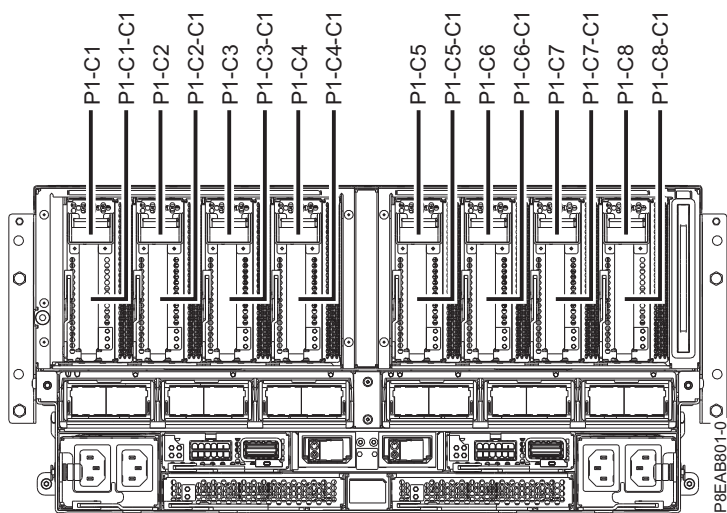

Figure 37. Emplacements de carte PCIe disponibles sur le système
3. Déterminez l'emplacement dans lequel vous souhaitez installer un carte PCIe. Les emplacements de carte PCIe sont situés à l'arrière d'un système. figure 37 illustre les codes d'emplacement de carte PCIe.